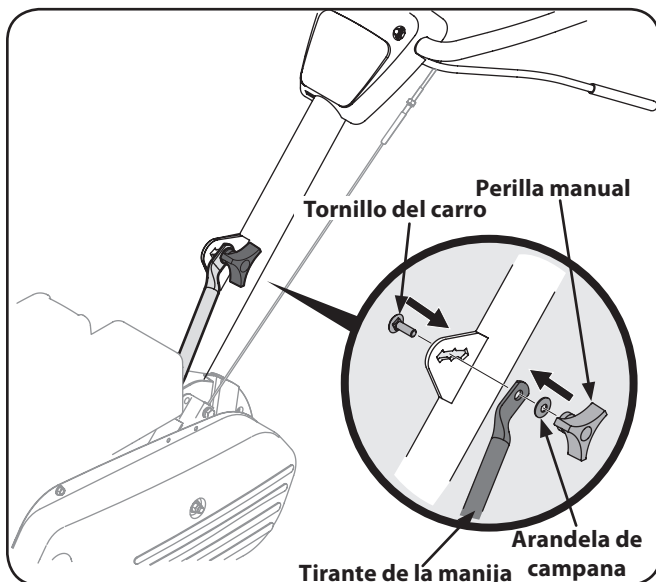

Figura 3-4
6. Asegure el perno después de ajustar la traba de la manija como se muestra en la Figura 3-4.
8. Inserte el perno de carro a través del soporte soldado de la manija, la arandela campana, la traba de la manija, y dentro de la perilla de mano. Vea la Figura 3-4.
9. Seleccione una de las tres posiciones para la altura de la manija (tres muescas en la ménsula soldada de la manija), y ajuste la perilla de mano para fijar la manija en la posición deseada. Vea la Figura 3-4. Regrese a la manija inferior y ajuste el perno hexagonal firmemente.